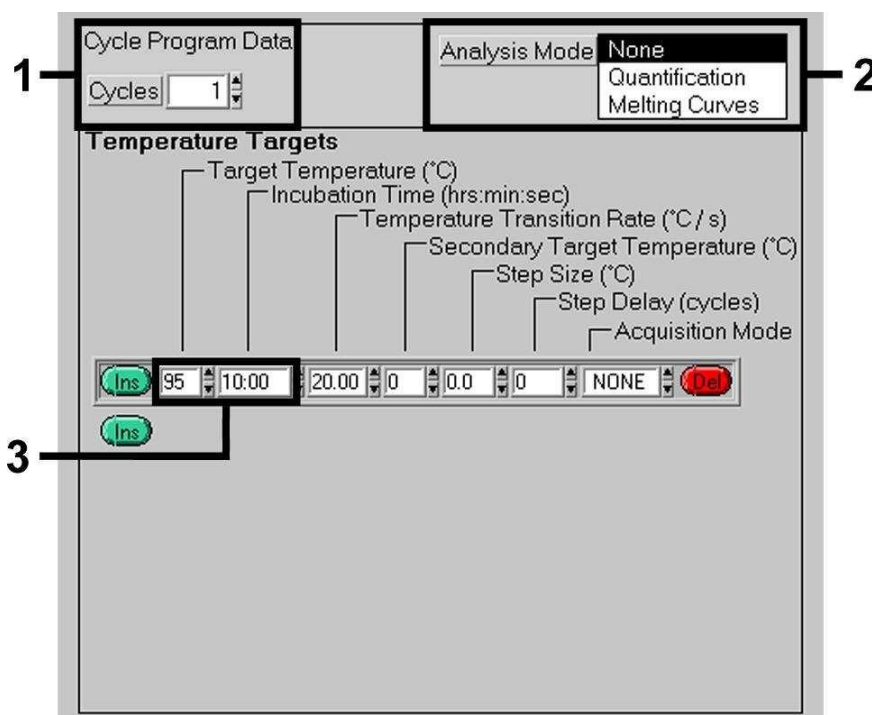

Fig. 3: Activación inicial de la enzima Hot Start.
Para la detección del ADN del EBV cree un perfil de temperatura en el sistema *LightCycler* con estos cinco pasos según las Fig. 3 - 7.
- A. Activación inicial de la enzima Hot Start Fig. 3